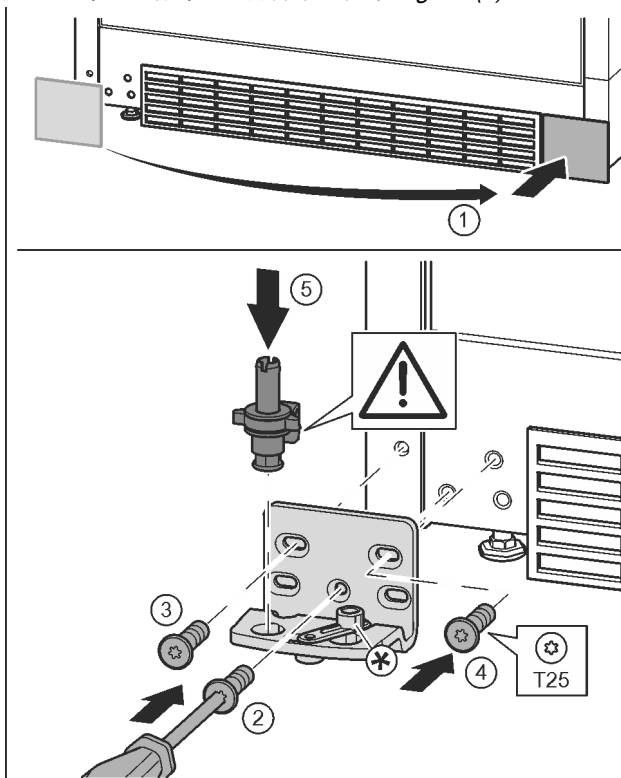

Fig. 17
- ▶ 取下盖板并安装至另一侧。 Fig. 17 (1)
- ▶ 将托架安装到另一侧，并借助 T25 螺丝刀旋紧。用螺钉 2 从底部的中心开始。 Fig. 17 (2)
- ▶ 拧紧螺钉 3 和 4。 Fig. 17 (3, 4)
- ▶ 将轴承螺栓完全装入。同时注意止动凸轮需指向后方。 Fig. 17 (5)